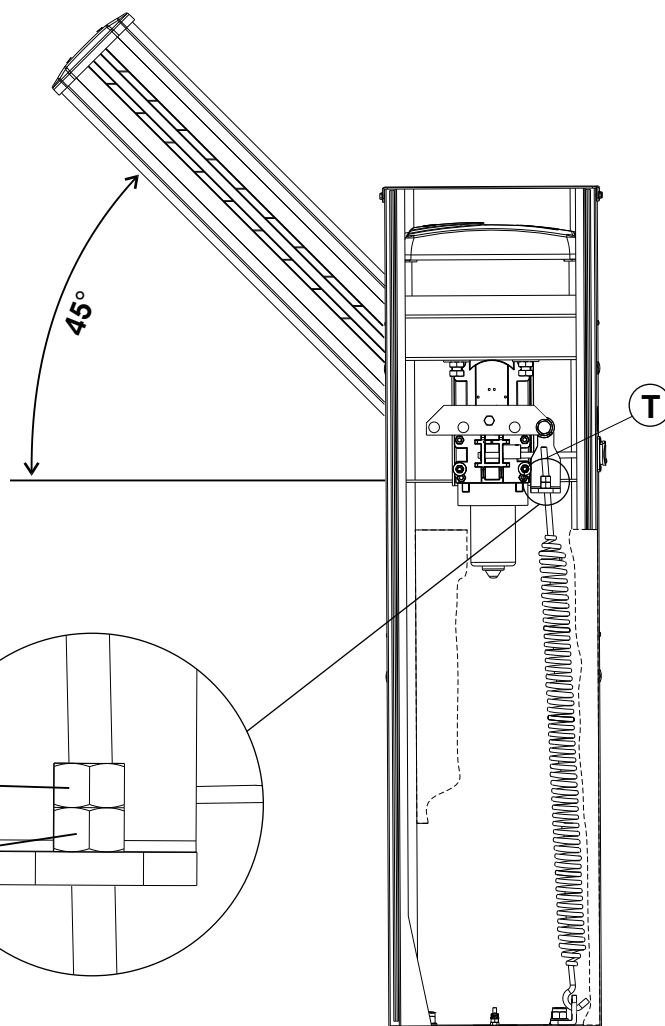

Fig. 10
- Déverrouiller la lisse avec le déverrouillage manuel, de façon qu'elle est libre de s'ouvrir et de se fermer manuellement (Fig.10).
- Dévisser ou visser l'écrou de tension du ressort jusqu'à atteindre le point d'équilibre à 45° (Fig. 10). La condition optimale d'un parfait équilibrage c'est obtenu quand la lisse reste dans la position indiquée dans Fig.10.